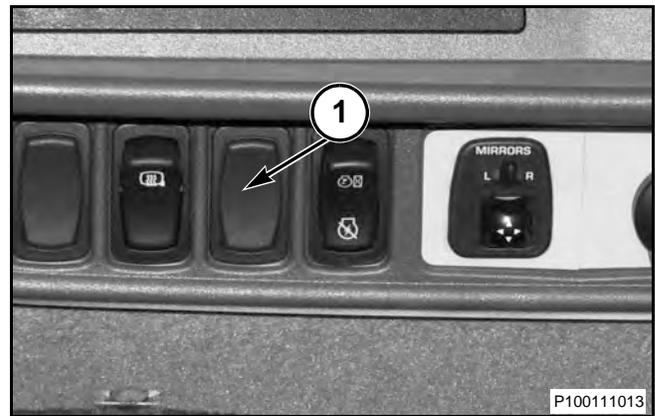

FIG. 51
FIG. 51: La palanca de control (1) de la auto-guía está situada en el revestimiento, presione el botón hacia adelante para activarla y hacia abajo para desactivarla.